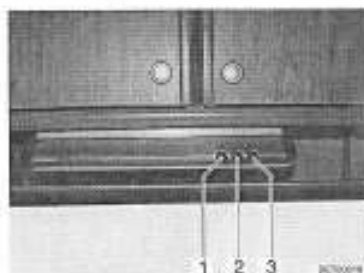

Fig. 155 Hotte aspirante
- Appuyer sur l'interrupteur (Fig. 155,2) pour mettre en marche et arrêter la hotte aspirante. L'interrupteur (Fig. 155,3) permet de modifier la puissance du ventilateur.
- Allumer et éteindre l'éclairage de la cuisine avec l'interrupteur (Fig. 155,1).